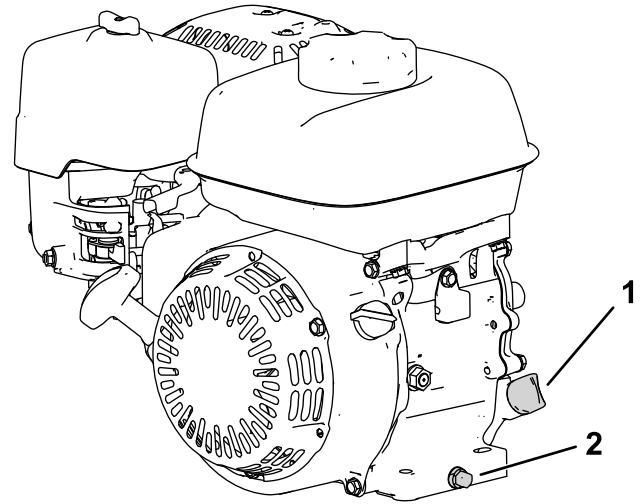

Figure 31
2. Placez la machine de sorte que le moteur soit de niveau, puis nettoyez la surface autour du tube de remplissage (Figure 31).
- Retirez le bouchon de vidange, la rondelle et la jauge (Figure 31).